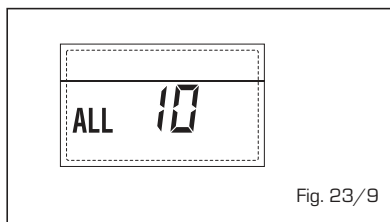

Fig. 23/9
- INTERVENCIÓN Sonda HUMOS "ALL 13" (fig. 23/10)